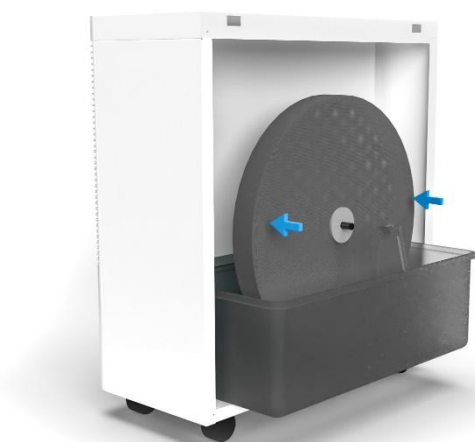

Fig. 4.2.7: De verdampingsfilterschijf en het waterreservoir in het apparaat plaatsen
6. Plaats de verdampingsfilterschijf (☎ zie "Fig. 4.2.7" op pagina 22).
8. Plaats de verdampingsfilterschijf in het waterreservoir (Fig. 4.2.7) en vouw de elektrodestaven naar beneden.